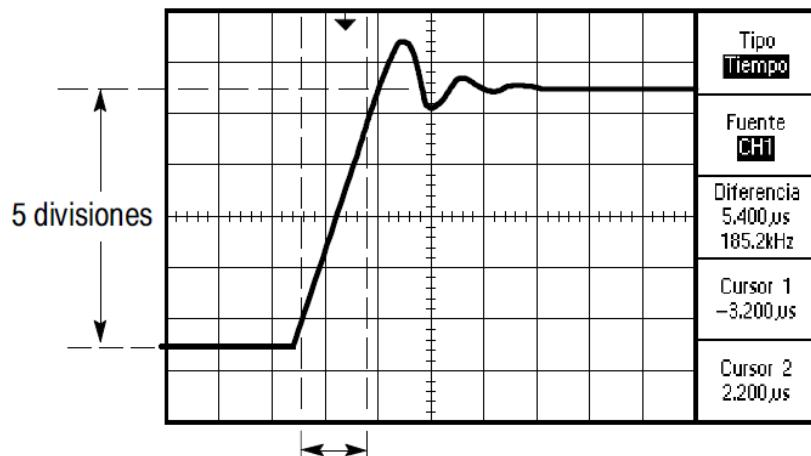

Figura 15. Medida del tiempo de subida.
**Medición del tiempo de subida.** Tras medir el ancho de pulso, decide que necesita comprobar el tiempo de subida del ancho de pulso. Normalmente, el tiempo de subida se mide entre los niveles del 10% y el 90% de la forma de onda. Para medir el tiempo de subida, Figura 15, siga estos pasos: